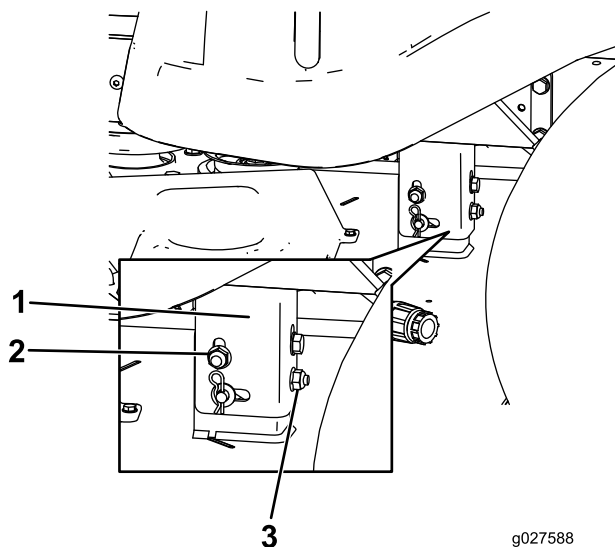

Figura 62
8. Eleve o baje el lado izquierdo de la carcasa de corte girando la tuerca trasera (Figura 62).